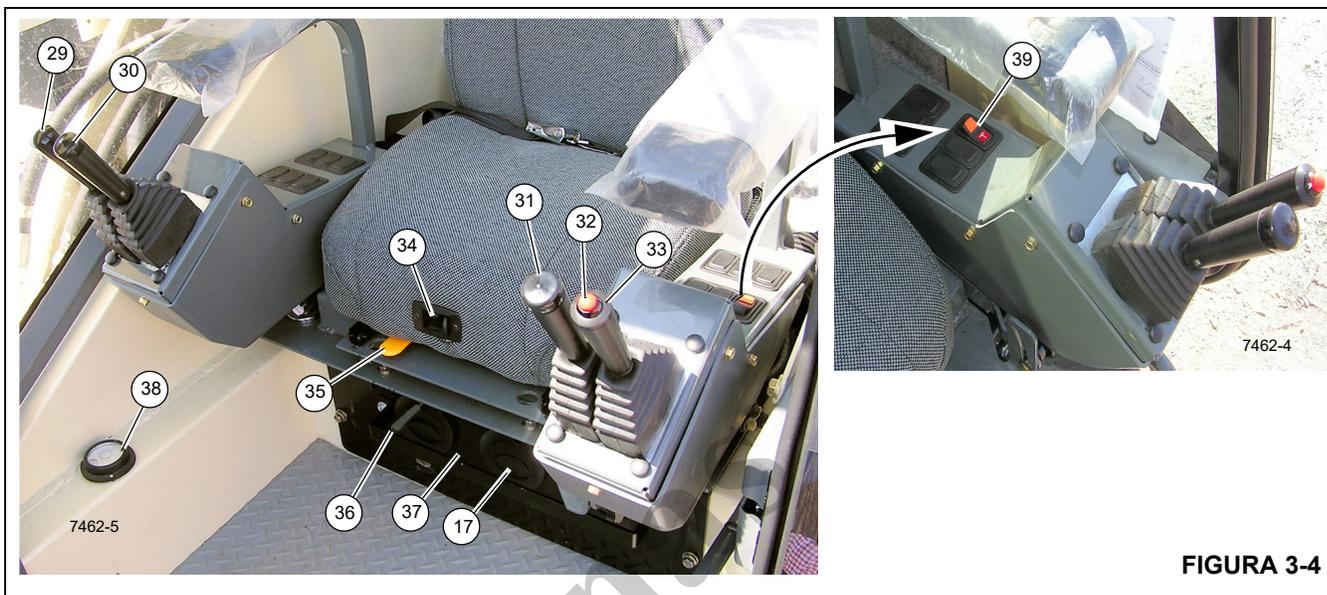
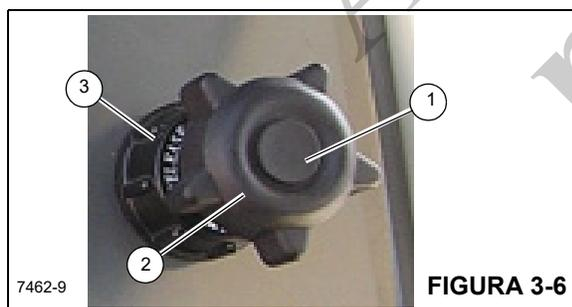

FIGURA 3-4
FIGURA 3-6
O indicador de nível secundário está localizado na cabine do guindaste (38, Figura 3-4)
O pedal do acelerador (4, Figura 3-4) está localizado no piso da cabine e é usado para controlar a rotação do motor. Pressione o pedal para acelerar o motor e libere-o para retornar à marcha lenta.
O acelerador manual (11, Figura 3-4) deve estar posicionado como mostrado na Figura 3-6 para poder operar adequadamente o pedal do acelerador.
O acelerador manual de puxar/empurrar (11, Figura 3-4) está localizado no console da cabine do guindaste e possui as seguintes funções.
Aumento da rotação do motor - Empurre para dentro e segure o botão central (1, Figura 3-6); puxe para fora o manípulo (2) para acelerar o motor. Soltar o botão (1) travará o manípulo no lugar e manterá a velocidade do motor.
Redução da rotação do motor - Empurre para dentro e segure o botão central (1, Figura 3-6); empurre para dentro o manípulo (2) para diminuir a rotação do motor.
Ajuste incremental de rotação - Gire o manípulo (2, Figura 3-6) no sentido horário para aumentar a rotação e no sentido anti-horário para reduzi-la.
O acelerador manual deve estar posicionado como mostrado na Figura 3-6 para poder operar adequadamente o pedal do acelerador (4, Figura 3-4).
A chave do controle remoto por rádio (19, Figura 3-4) é usada para ativar os controles remotos por rádio. A chave de alimentação das funções do guindaste, a ignição do guindaste (13) e a ignição do caminhão devem estar todas na posição OFF (Desligada) para que o guindaste possa ser operado com um controle remoto por rádio.
A alavanca de controle de elevação da lança (29, Figura 3-4) está localizada no apoio de braço direito e é usada para elevar ou abaixar a lança. Empurre a alavanca para frente para abaixar a lança e puxe-a para trás para elevar a lança.
A alavanca de controle do guincho (30, Figura 3-4) está localizada no apoio de braço direito. Empurre a alavanca para frente para abaixar a carga e puxe-a para trás para elevar a carga.
Quando *não* equipado com guincho auxiliar, a alavanca de controle da lança telescópica (31, Figura 3-4) está localizada no apoio de braço esquerdo. Empurre a alavanca para frente para estender a lança e puxe-a para trás para retrain a lança.
Se equipado *com* um guincho auxiliar, a alavanca de controle (31, Figura 3-4) está localizada no apoio de braço esquerdo; posicionar a alavanca para frente desenrola o cabo do guincho. Puxando a alavanca para trás o cabo é enrolado.
O botão da buzina de atenção (32, Figura 3-4) está localizado no joystick de giro. Pressione a chave para soar a buzina e alertar os companheiros de trabalho que o guindaste irá se movimentar.